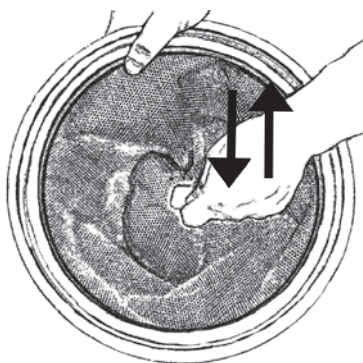

Fig. 21
2. Ta ikke filtret ut av beholderen. Rist istedet ut av filteret i beholderen, slik at støvet i filtret løsner og faller ned i beholderen. Dette gjøres ved å ta tak i stroppen på filteret og bevege filteret raskt opp og ned som vist i fig. 21.